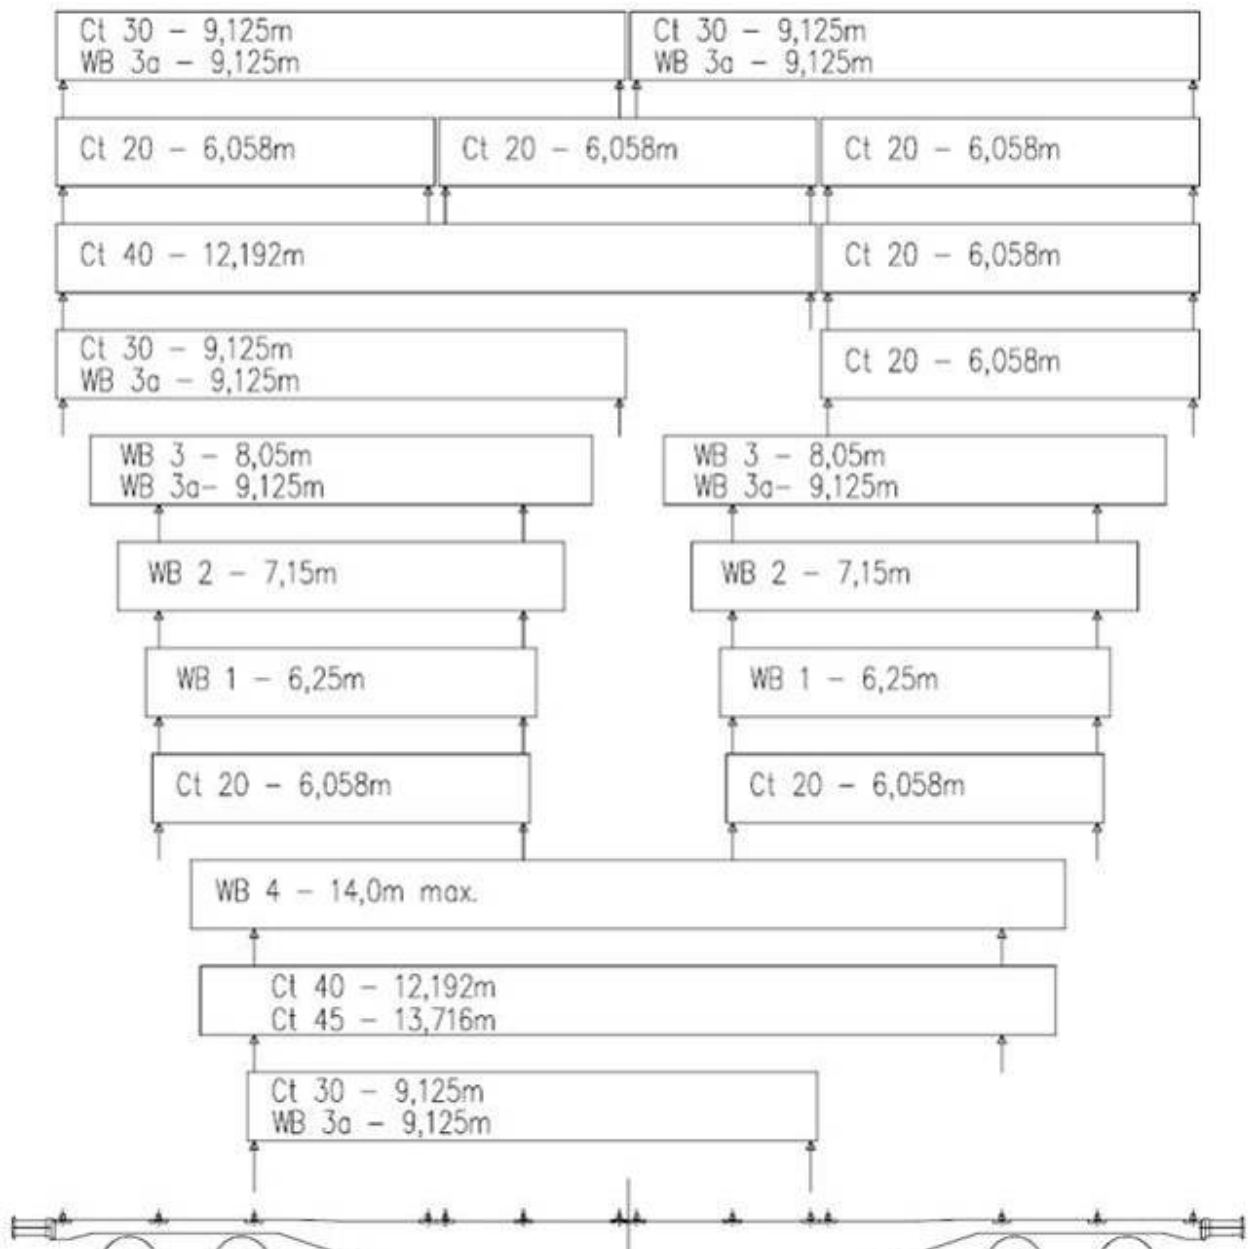

Abb. 2
- Container (Ct)- und Wechselaufbauten (WB) - Ladeschema, wobei das Ladegewicht von 71,0 t eingehalten werden muss (**Abb. 2**)
- Bei der Beladung ist das Container- oder Wechselaufbauten - Ladeschema (**Abb. 2**) einzuhalten. Die zulässigen Lastgrenzen dürfen auf keinen Fall überschritten werden (**Abb. 1**).